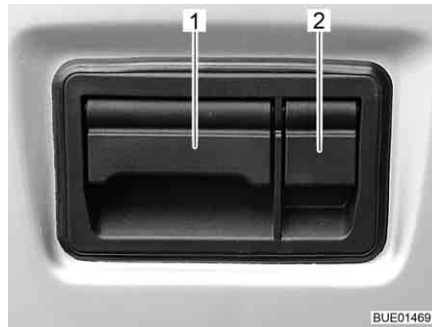

Bild 34 Klappenschloss Heckklappe, außen
- Schutzklappe (Bild 34,2) öffnen.
- Klappe (Bild 34,1) nach oben ziehen und Heckklappe öffnen.